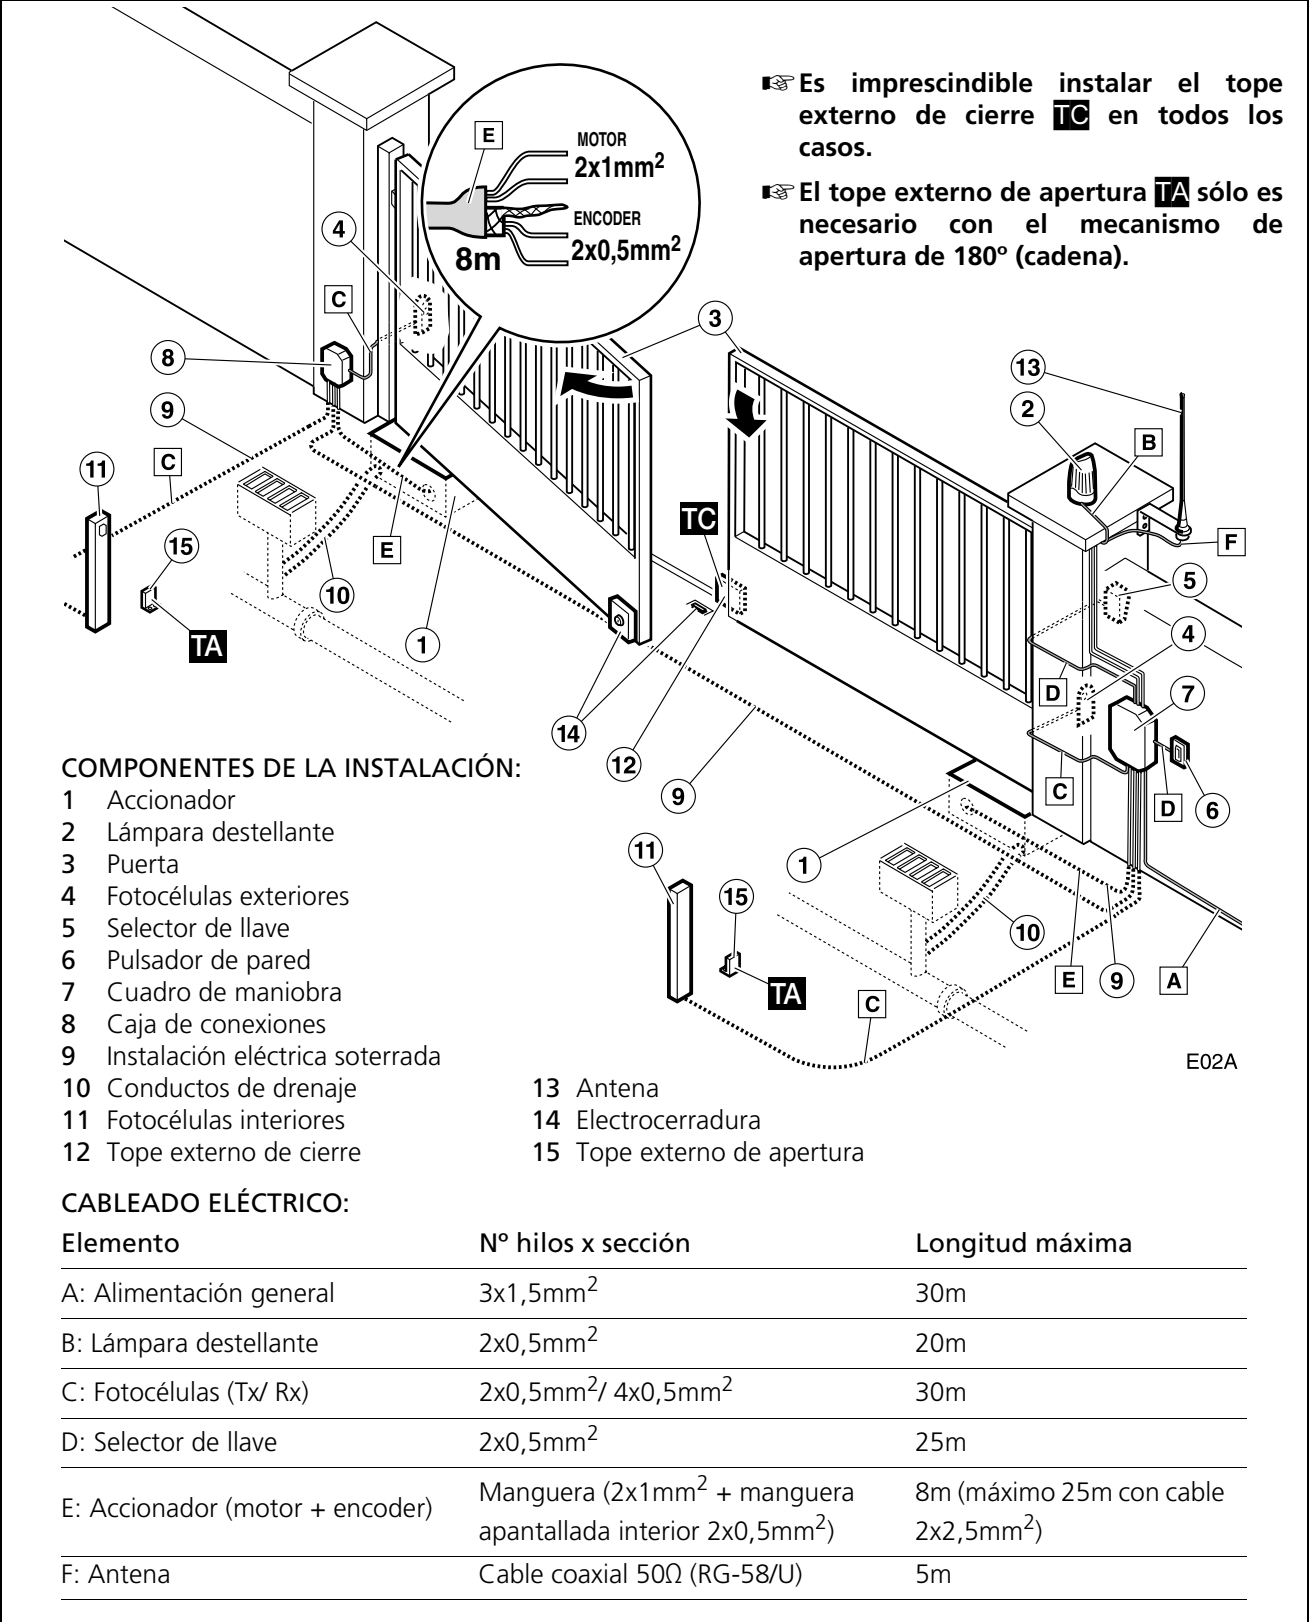

Fig. 1 Elementos de la instalación completa
- La sección de los cables eléctricos se indica en: *"Fig. 1 Elementos de la instalación completa"* en la página 3.